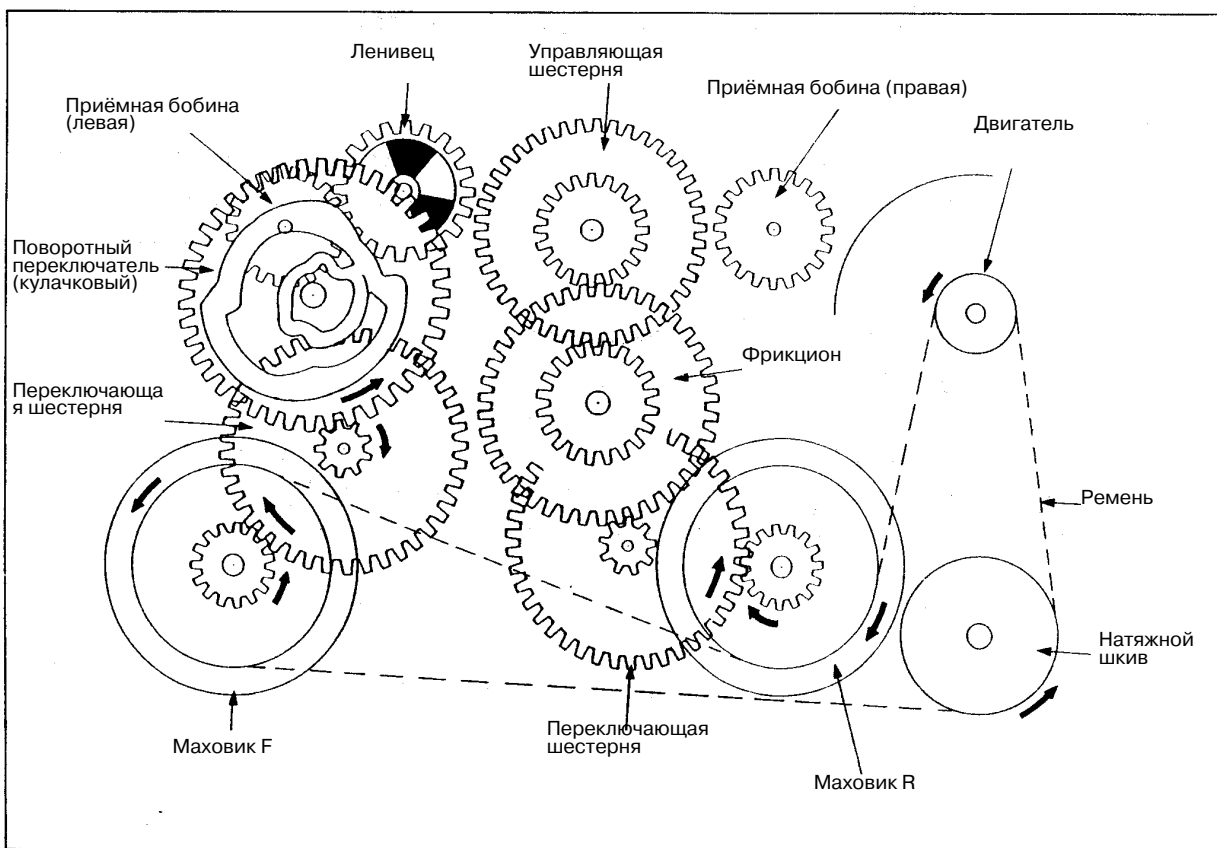

Рис.9 Вращение шестерён при изменении режимов.
- В этом случае (при вращении двигателя против часовой стрелки) на пути к поворотному переключателю переключающая шестерня через маховик F вращается по часовой стрелке (см. рис.9).